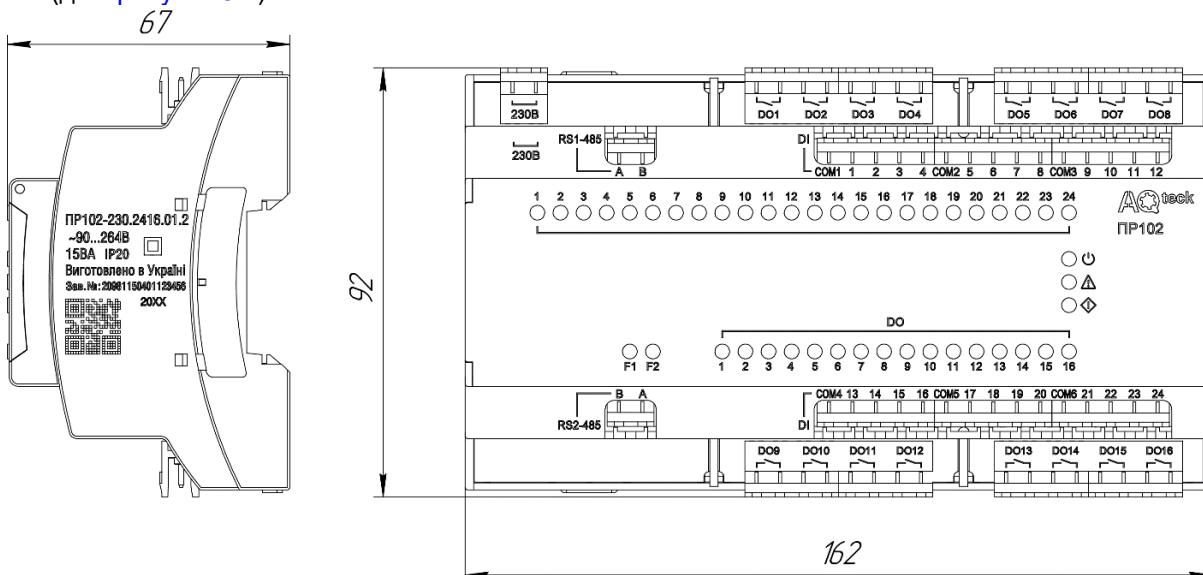

Рисунок 5.1 – Габаритні розміри пристрою
1. Підготувати на DIN-рейці місце для установлення пристрою відповідно до розмірів пристрою (див. рисунок 5.1).